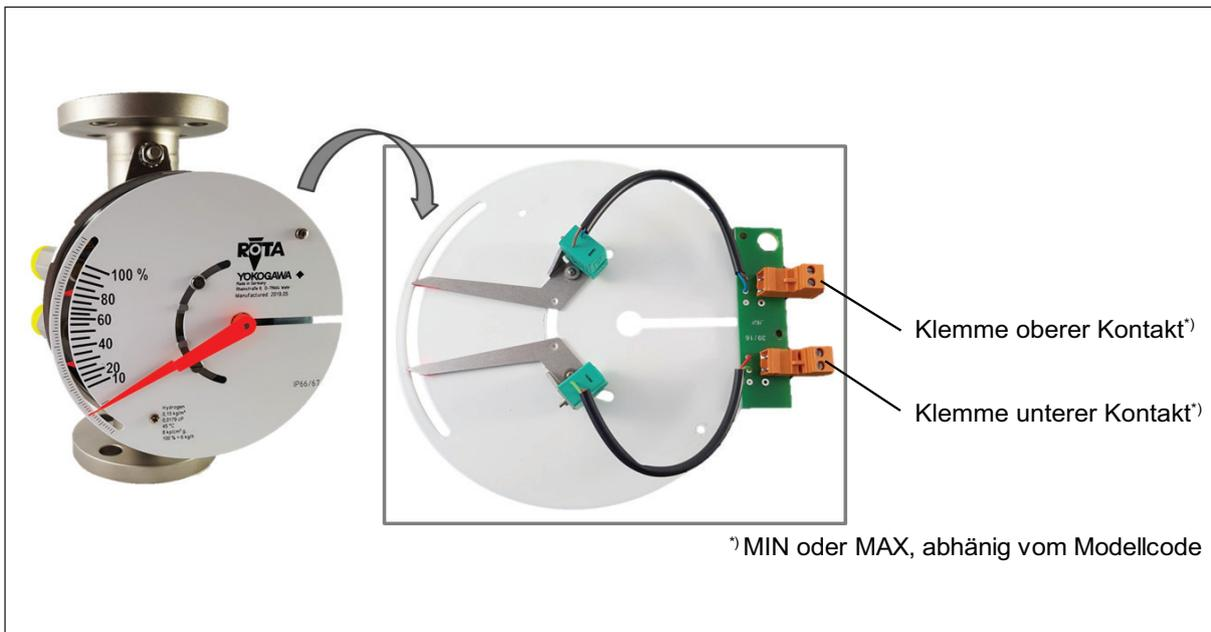
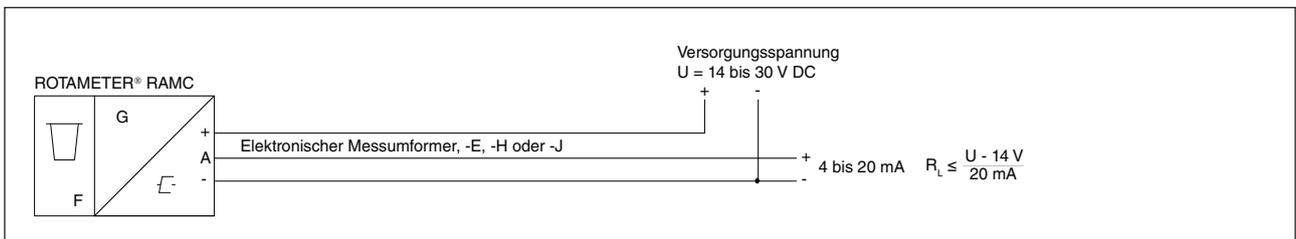

Abb. 3.3 RAMC mit 2 Grenzwertschalter
Abb. 3-7 RAMC 3-Leiter Gerät
- Für Einheiten mit einer Nennspannung von 115 V oder 230 V ist die entsprechend gekennzeichnete Klemme (PE) an die Schutz Erde anzuschließen, siehe Abb. 3.3 und Abb. 3.7.